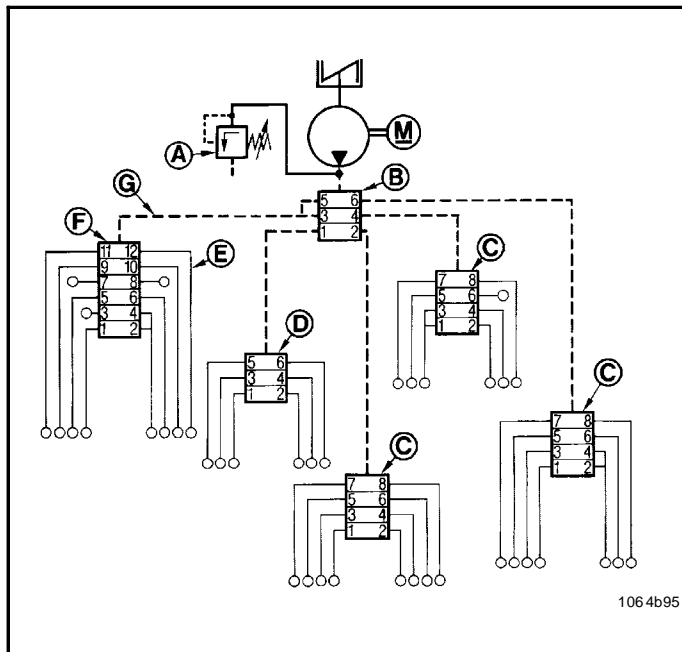

Fig. 30 Schema di un impianto di lubrificazione
- ⇒ Scollegare uno dopo l'altro tutti i tubi flessibili G del distributore principale B (fig. 30) che vanno ai distributori secondari. Se ad esempio, all'uscita 1 del distributore principale B fuoriesce del lubrificante, sia esso olio o grasso, per effetto della pressione, la causa del blocco è da ricercare nel circuito di lubrificazione del distributore secondario D.